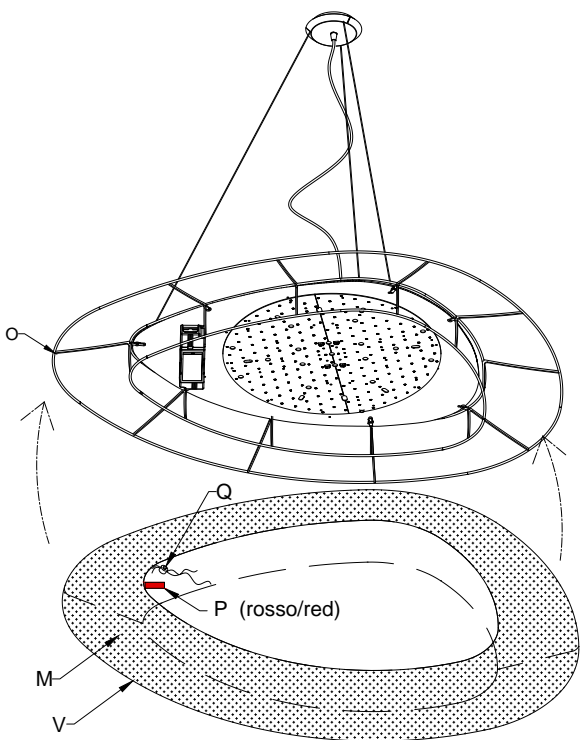

Fig. 3
- Calzare il rivestimento in lycra (M) sulla struttura (O) (Fig.3)
- Fit the lycra shade (M) on the structure (O) (Fig.3)